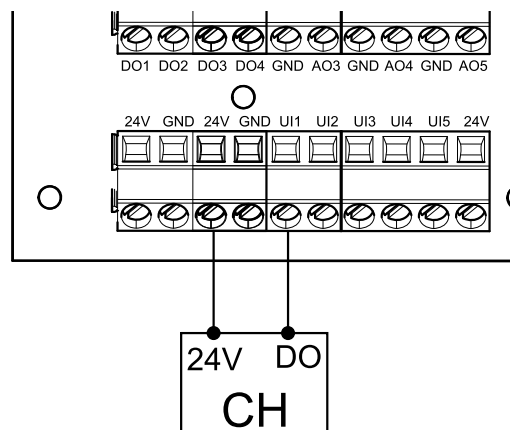

Bild 9 Anschließen der Dunstabzugshaube
1. Steuerleitungen von der Dunstabzugshaube an einen beliebigen freien Universaleingang und 24 V auf der externen Anschlussplatine anschließen (Abbildung 9). Weitere Informationen zur Anschlussplatine finden Sie unter 8.2 *Externe Anschlüsse (außenliegenden Anschlussbox)*, Seite 188.